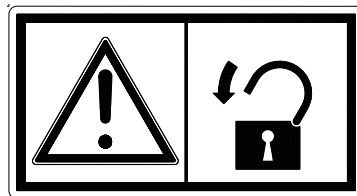

Fig. 4
**Avviso monitorio UH220534 (Fig. 4)**